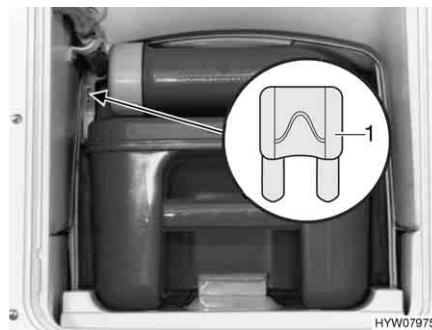

Fig. 108 Fusibile della toilette Thetford
- Sostituire il fusibile (Fig. 108,1).